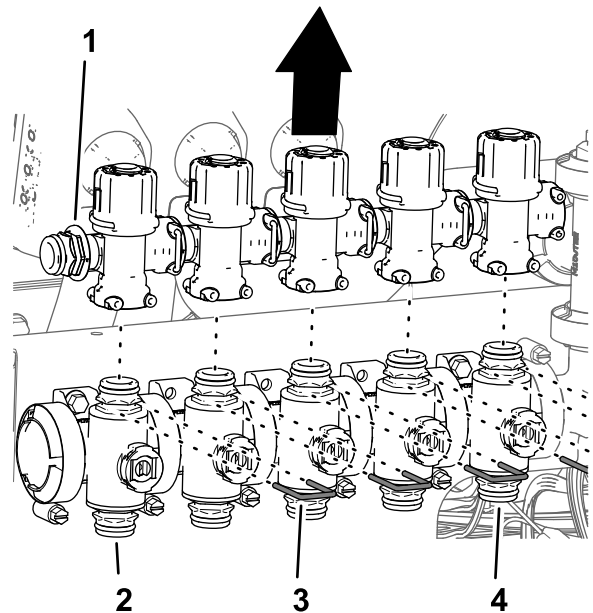

Figura 100
- Retire os retentores que prendem as válvulas dos bicos 1 a 7 (Figura 100).
- Levante as válvulas de distribuição das válvulas do bico 1 a 5 (Figura 100).